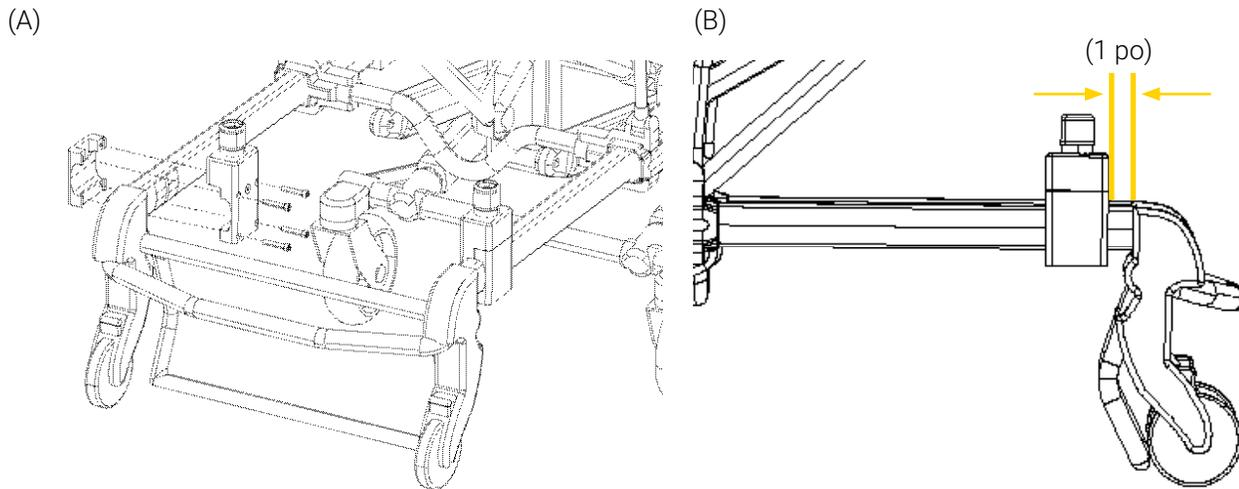

Figure 53: Installation des Blocs de d'ancrage barre de poussée XTPA-PPXT
3. Serrer partiellement la partie extérieur du Bloc d'ancrage barre de poussé à l'extérieur du châssis de la civière et la partie intérieur du Bloc d'ancrage barre de poussé à l'intérieur du châssis de la civière, à l'aide de quatre (4) vis à tête plate à six pans creux ¼ - 20 x 1 po et une clé hexagonale de 5/32 po (Figure 53 A).
4. Laisser un espace de 1 po entre le Bloc d'ancrage barre de poussé et l'extrémité de la civière, puis serrer les quatre (4) vis à l'aide d'une clé hexagonale de 5/32 po, en alternant les têtes de vis (Figure 53 B).